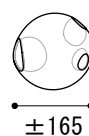

図1
- ・器具の吊下げ位置を決めて、天井に開けた穴から電源線(別途)を引き出してください。(図1参照)